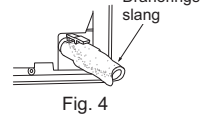

Fig. 4
- 5) För in dräneringsslangen helt i dräneringstråget på inomhusehetens bakre högra sida. (Fig. 4)
- 6) För in dräneringsslangen i vägghålens muff (C), och haka fast den övre delen av inomhuseheten på installationsplattan (1). Flytta sedan inomhuseheten ordentligt åt vänster för att underlätta placering av röret i utrymmet baktill på enheten.